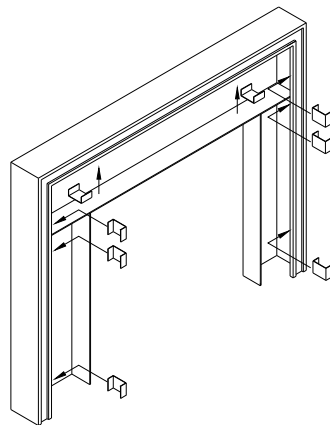

Figure 2.5b
5. Fixez la garniture à la façade au moyen des huit clips en "U". (Figure 2.5b)